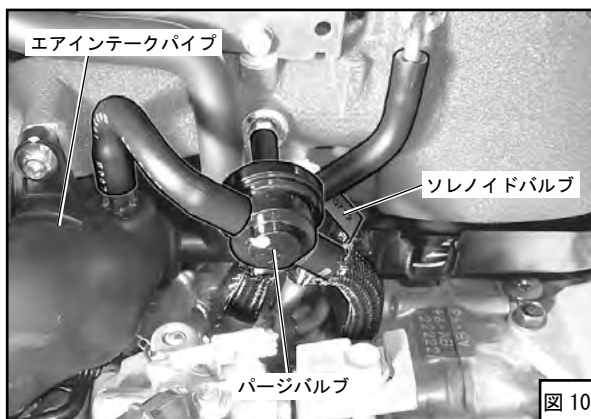

図 10
- (19) コネクタ、配管を外し、パージバルブとソレノイドバルブを取外してください。(図10)(取付けの際にホースの接続先を間違えないようにマーキングしてください。)